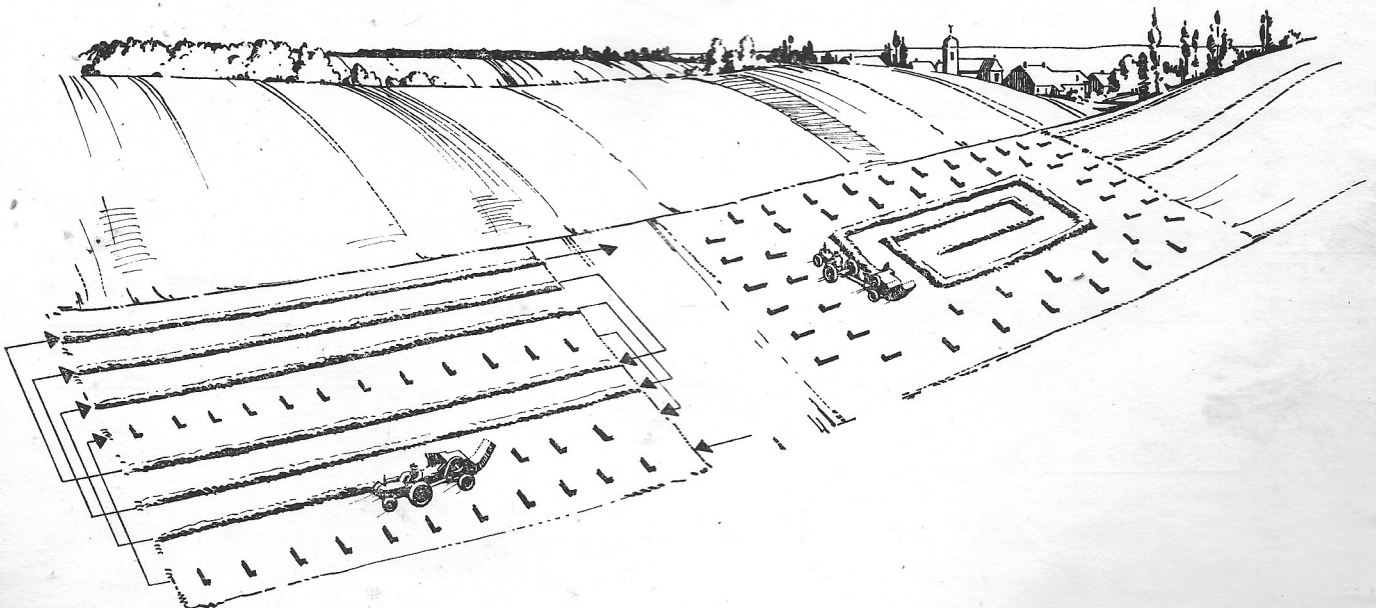

Fig. 2 - Méthodes de travail
- 1) Commencez à l'extérieur, en travaillant le tour du champ, pour terminer au centre (Fig. 2). Toutefois si certains obstacles naturels ou autres ne permettaient pas ce circuit opérez suivant la deuxième méthode.
- 2) Travaillez la récolte en lignes en faisant tourner la ramasseuse-presse en dehors des limites du champ et en prenant alternativement les différents andains, mais toujours dans le même sens que le râteau andaineur (Fig. 2).